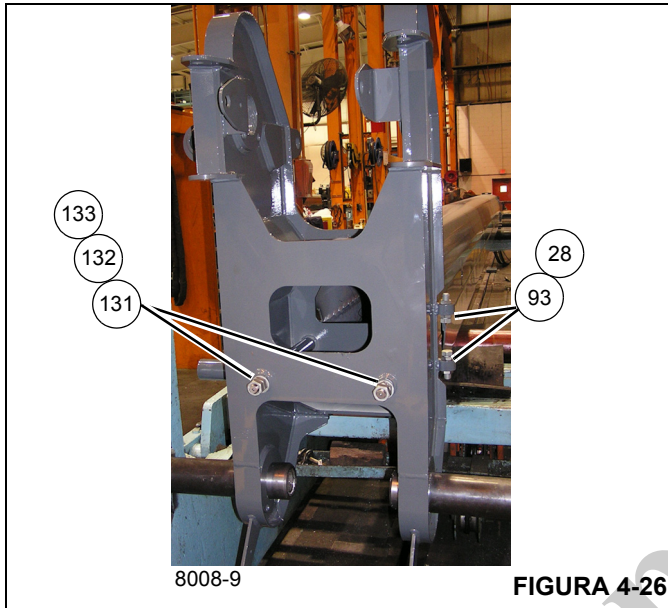

FIGURA 4-26
- 88. Retire las cuatro tuercas (133) y las dos arandelas (132) que fijan los dos cables de retracción de la sección telescópica 4 (131) a la punta de la pluma y retire los cables de la sección telescópica 4 (5) (vea la Figura 4-26).